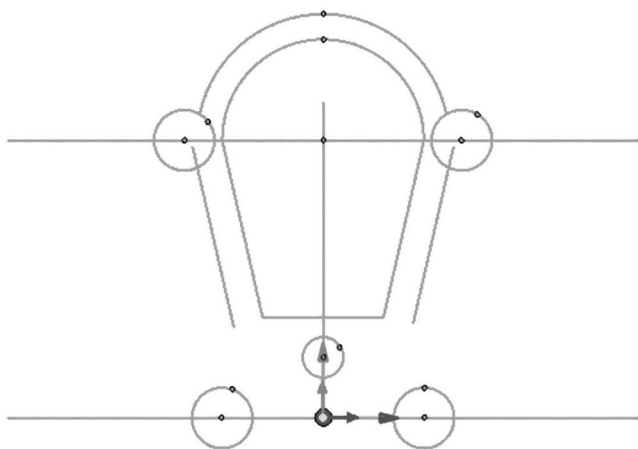

图 1-2-13 基础轮廓线
(11) 单击“偏移曲线”→“当前命令：单根”按钮，设置“长度：12”，拾取步骤(9)的连接线，设置偏移方向分别为 X 正向和 X 负向，结果如图 1-2-13 所示。